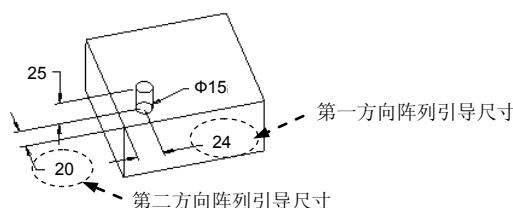

图 5.23.5 阵列引导尺寸
(1) 在操控板中单击**尺寸**按钮，选取图 5.23.5 中的第一方向阵列引导尺寸 24，再在“方向 1”的“增量”文本栏中输入值 30.0。
(2) 在图 5.23.6 所示的“尺寸”界面中，单击“方向 2”区域的“尺寸”栏中的“单击此处添加...”字符，然后选取图 5.23.5 中的第二方向阵列引导尺寸 20，再在“方向 2”的“增量”文本栏中输入值 40.0。完成操作后的界面如图 5.23.7 所示。